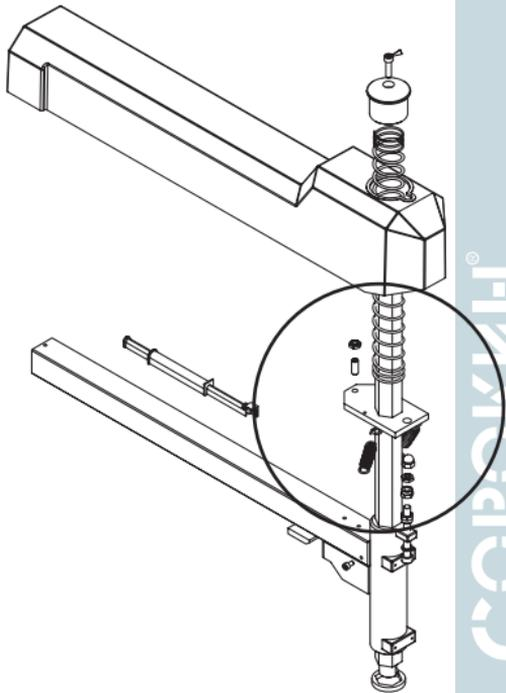

Рисунок 8 – Место регулировки зажима штанги монтажной головки
6. Если блокировка не фиксирует штангу, либо насадка не поднимается хотя бы на 1/8" над ободом колеса, что необходимо для работы, отрегулируйте гайки как показано на (рис. 8).